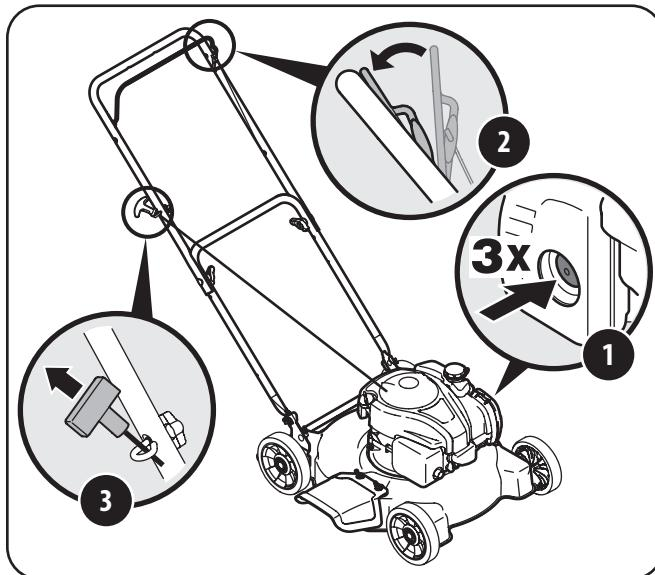

Figura 5-1
1. Empuje el cebador tres veces. Vea Figura 5-1. No cebe el motor caliente para reiniciarlo luego de una detención breve.
4. Sostenga firmemente las dos manijas juntas, tome la manija del arrancador de retroceso y tire de la cuerda para sacarla con un movimiento rápido y continuo. Vea Figura 5-1. Mantenga firme la manija del arrancador, deje que la cuerda regrese lentamente al arrancador. Repita hasta que el motor esté en marcha. Deje que la cuerda se enrosque lentamente de regreso.